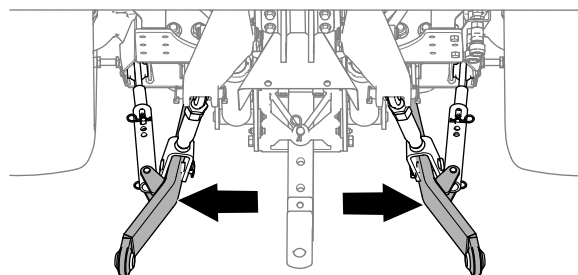

図 20
4. スタビライザーアーム 図 20 を外側一杯に出す牽引車両のオペレーターズマニュアルを参照。